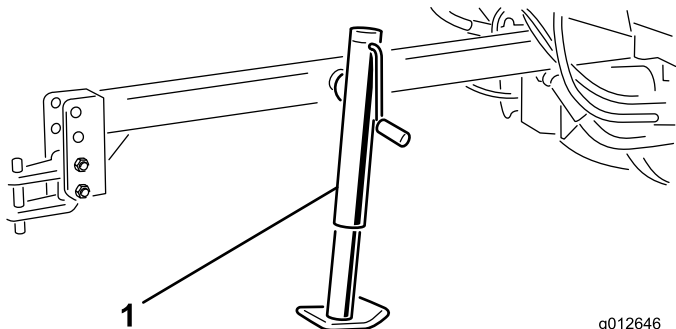

图7
1. 将千斤顶滑到牵引杆的安装管上 图7。
2. 将千斤顶中的孔与安装管中的孔对准并用柱销固定千斤顶 图7。